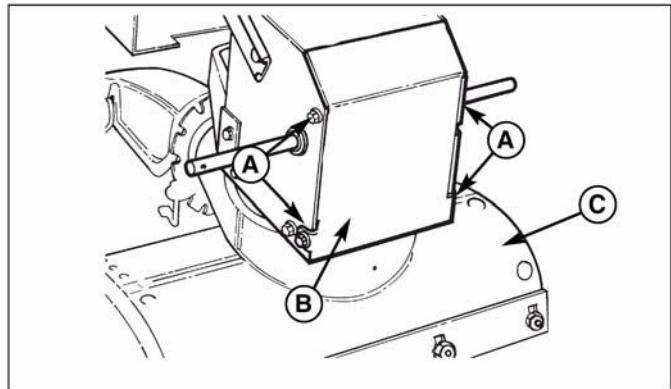

Рис. 28. Нижняя крышка
2. Ослабьте болты (A, рис. 28) с каждой стороны нижней панели (B).
3. Снимите нижнюю панель (B).